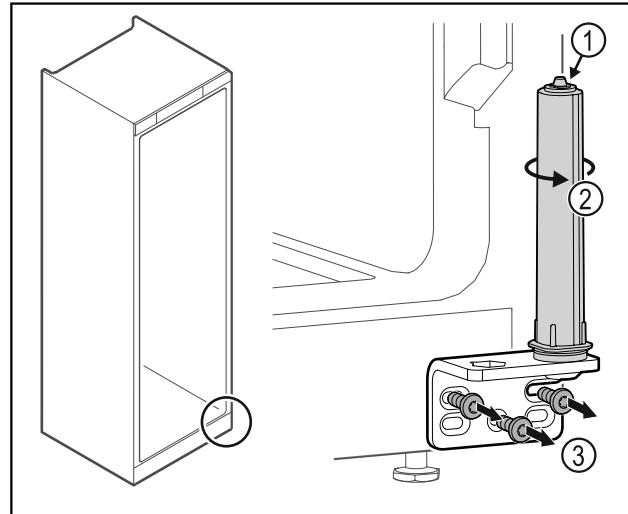

Fig. 36
- Не розбирати систему закриття дверей Fig. 36 (1).
- Повернути систему закриття Fig. 36 (2) до клацання.
- Відкрутити шарнірний кутик Fig. 36 (3).